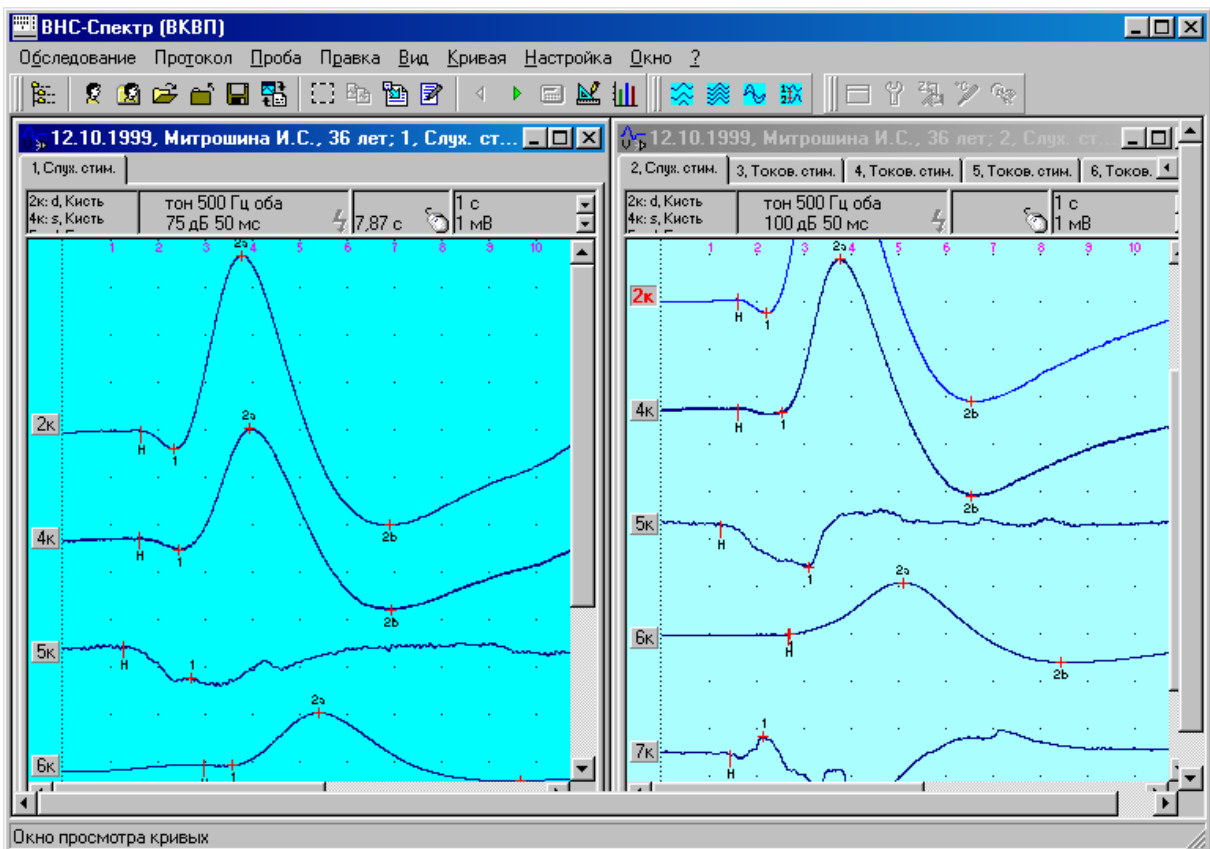

Рис. 3.21
- отпустите кнопку мыши (Рис. 3.21).